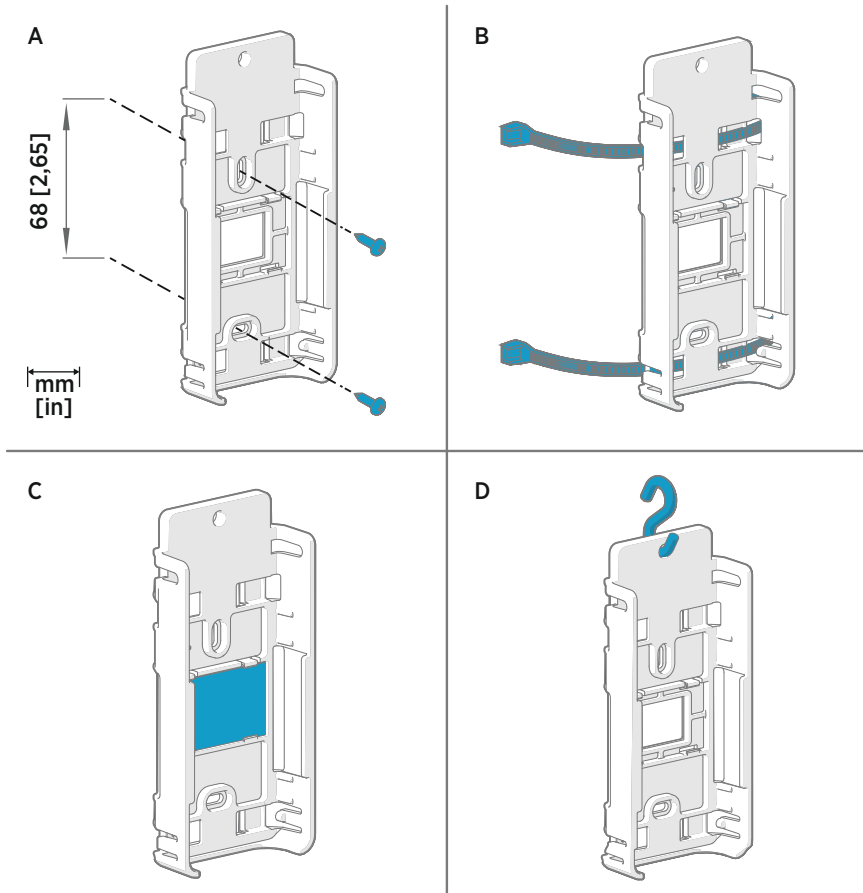

Abbildung 10 Befestigungsarten des RFL100
2. Bringen Sie die Halterung mit einer der in Abbildung 10 \(Seite 18\) beschriebenen Befestigungsarten an. Richten Sie die Halterung vertikal aus, sodass die Sonde oder das Sondenkabel nach unten zeigt. Bringen Sie den RFL100 nicht ohne die Halterung an.